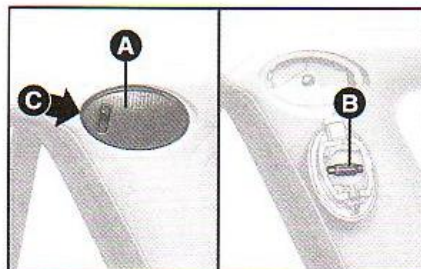

fig. 51
- 1) Remover o grupo porta-lâmpadas e tampa transparente **A-fig. 51**, usando uma chave de parafusos, pressionar **C**.